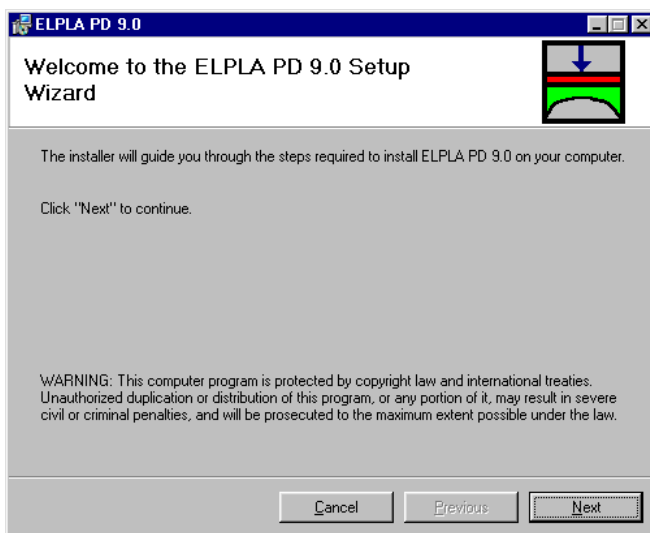

Bild 1 Installationsmenü
- CD mit den neuen Programmen *ELPLA* in das entsprechende CD-Laufwerk legen und schließen. Es erscheint das Menü Bild 1
- Klicken auf der Schaltfläche "Weiter" im Menü Bild 1, um *ELPLA* zu installieren